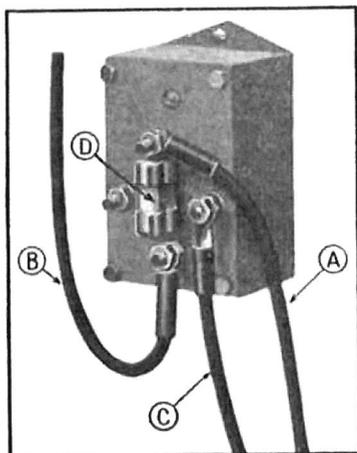

Fig. 375. — Conjoncteur-disjoncteur. (type A).
- 3—Débrancher le câble à remplacer, du commutateur et du conjoncteur-disjoncteur (fig. 375).